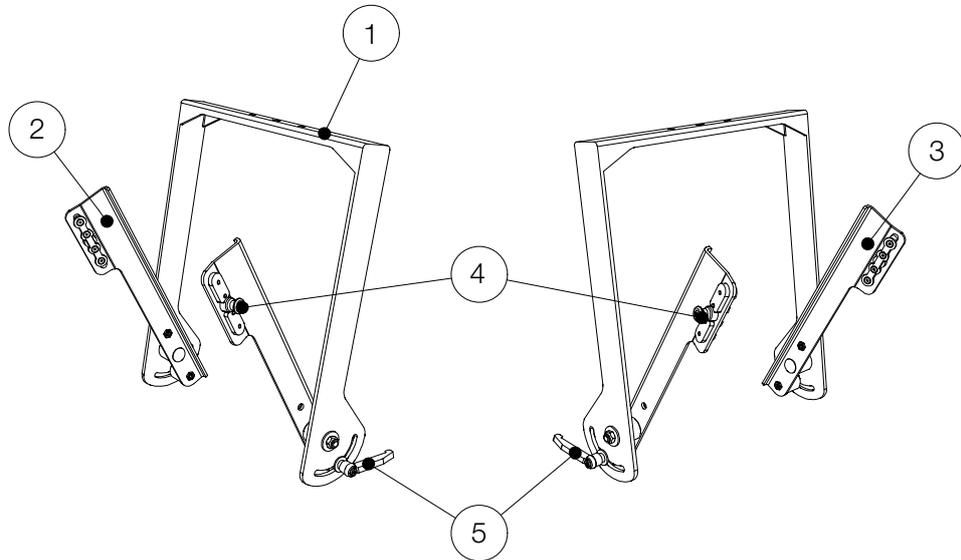

Abbildung 2.1 - Übersicht
3. Ziehen Sie dann die beiden Rasthebel (siehe Abbildung 2.1 - Pos.3) jeweils zur Seite.